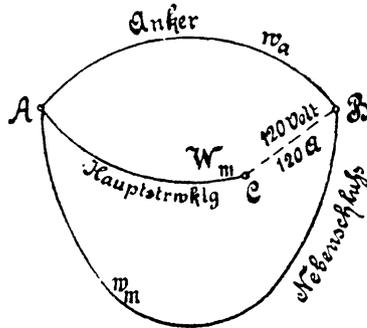

Fig. 81.
- b) der Widerstand der Hauptstromwicklung A C (Fig. 81),
Zu b): Durch die Hauptstromwicklung AC (Fig. 81) fließen 120 A, also ist